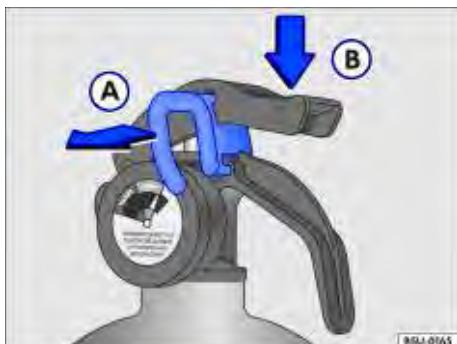

Fig. 129 Sequência de utilização do extintor de incêndio.
- Puxar a trava ⇒ Fig. 129 A para romper o lacre.
- Apertar o gatilho ⇒ Fig. 129 B espalhando o pó.